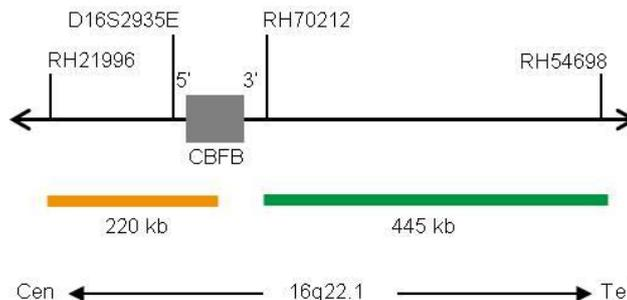

Fig. 1: SPEC CBF B Mappa della sonda (non in scala)
- Polinucleotidi (~10.0 ng/μl) marcati con ZyGreen (eccitazione 503 nm/emissione 528 nm), le cui sequenze target mappano in 16q22.1* (chr16:67,161,347-67,605,304) distali al punto di rottura di CBF B (vedere Fig. 1).
- Polinucleotidi (~4.5 ng/μl) marcati con ZyOrange (eccitazione 547 nm/emissione 572 nm), le cui sequenze target mappano in 16q22.1* (chr16:66,882,262-67,102,895) prossimali al punto di rottura di CBF B (vedere Fig. 1).